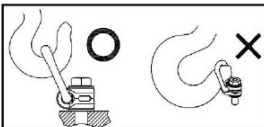

Рис. 1
3.6 Крюк стропа должен свободно входить в петлю (см. рис.1)